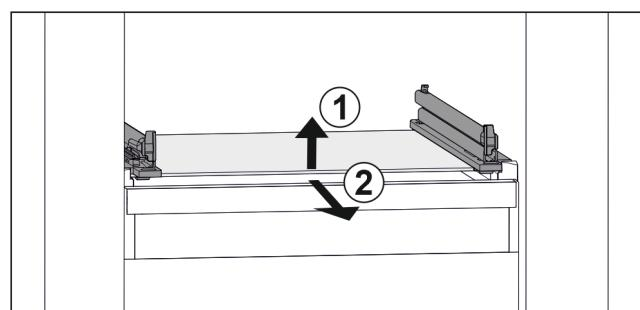

Fig. 158 Reprezentare exemplificativă a plăcii de sticlă
- Ridicați placa de sticlă din față. Fig. 158 (1)
- Extragăți placa de sticlă spre înainte. Fig. 158 (2)